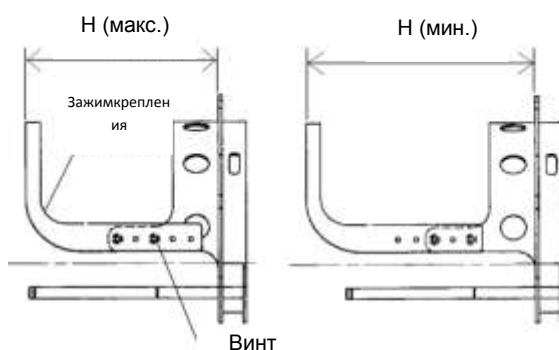

Рисунок 1
1. Отрегулируйте положение зажима крепления в соответствии с высотой кепки. (Рисунок 1)